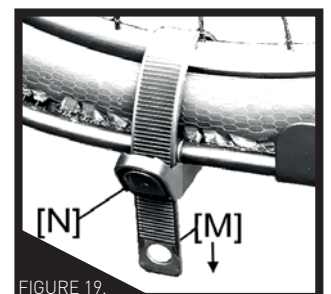

FIGURE 19.
1. Relâchez les sangles du plateau de roue [Fig 19] en tirant sur l'extrémité de la languette [M] tout en appuyant sur la languette de dégagement [N], coincez la sangle derrière la roue arrière. Tirer sur la sangle permet de libérer la boucle.